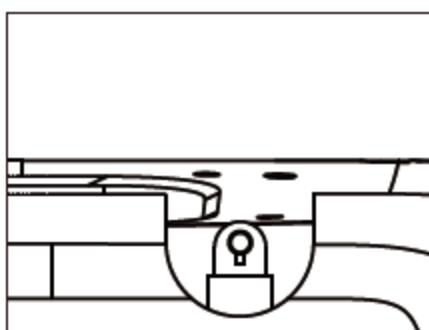

Abb. 26
- 1) Entfernen Sie den Einzeloberfaden und nehmen Sie die Einzelfadenspindel heraus. (Abb. 26 - 27)